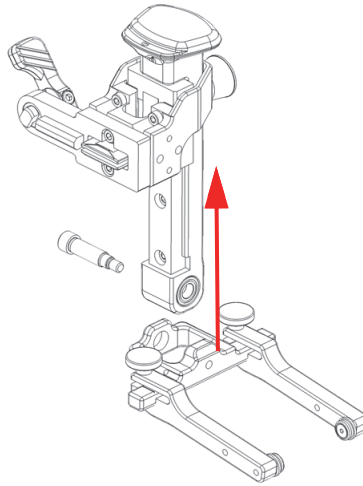

Figura 2-23 Deslizamento do trilho do SLA para fora da viga de articulação do garfo
5. Deslize o trilho do SLA para fora da viga de articulação do garfo (Figura 2-23 na página 53).